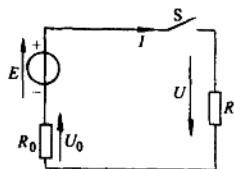

图 1-4 全电路示意图
2. 全电路欧姆定律 含有电源和负载的闭合电路称为全电路, 如图 1-4 所示。
1. 通路 通路就是电源与负载接通成闭合回路, 也就是图 1-4 中开关 S 合上时的有载工作状态。
例 1-1 在图 1-4 电路中, 已知电源的电动势  $E = 12\text{V}$ , 内阻  $R_0 = 2\Omega$ , 负载电阻  $R = 4\Omega$ , 当开关 S 闭合时, 求电路中电流和电源两端电压。
2. 开路 开路又称为断路, 就是电源与负载未被接通成闭合回路, 也就是图 1-4 电路中开关 S 断开时的空载工作状态。此时, 电路中电流为零, 电源端电压 (称为开路电压) 等于电源电动势, 即  $I = 0$ ,  $U = E$ 。若用电压表并接在开路的电源两端来测量, 电压表的读数就是电源电动势。